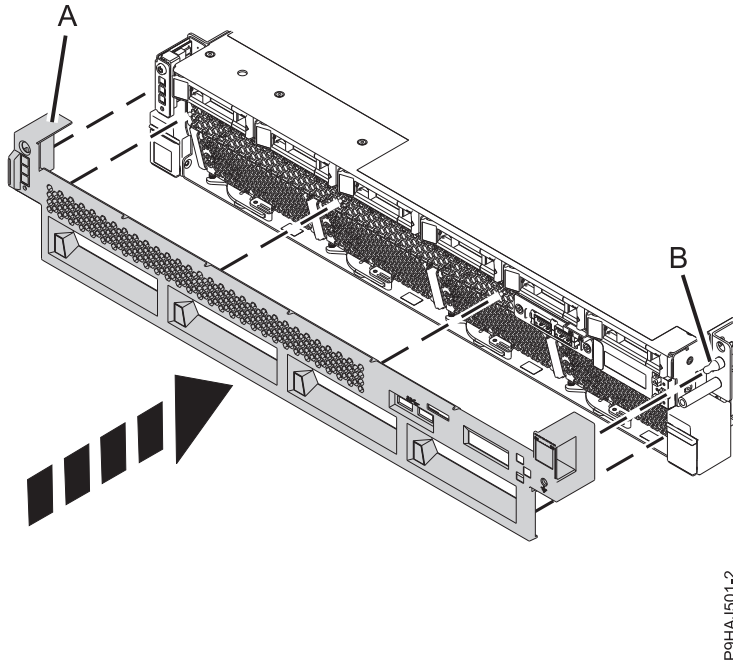

Figure 16. Installation du capot avant
2. Poussez délicatement le capot (A) jusqu'à ce qu'il soit en place. Le capot est doté de renforcements permettant de le tenir plus facilement. Utilisez la broche d'alignement (B) pour fixer le capot sur le système comme illustré dans la figure 16, à la page 32. Exercez une pression le long de la grille au-dessus des ventilateurs afin de fixer le capot à l'avant.